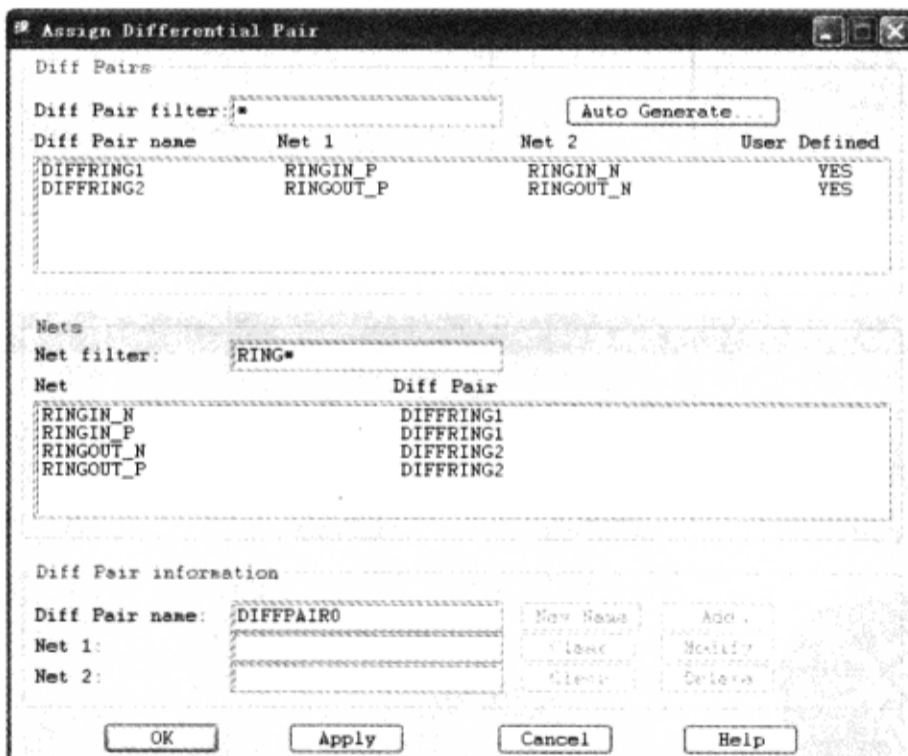

图 6-2-5 分配差分对 DIFFRING2
(8) 重复上面的步骤，为 RINGOUT\_N 和 RINGOUT\_P 分配差分对 DIFFRING2，如图 6-2-5 所示。